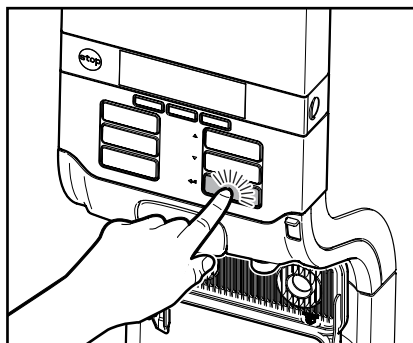

Bild 46
4. Tryck på Enter ↵ för att bekräfta att rengöringstabletten lagts i (bild 46).